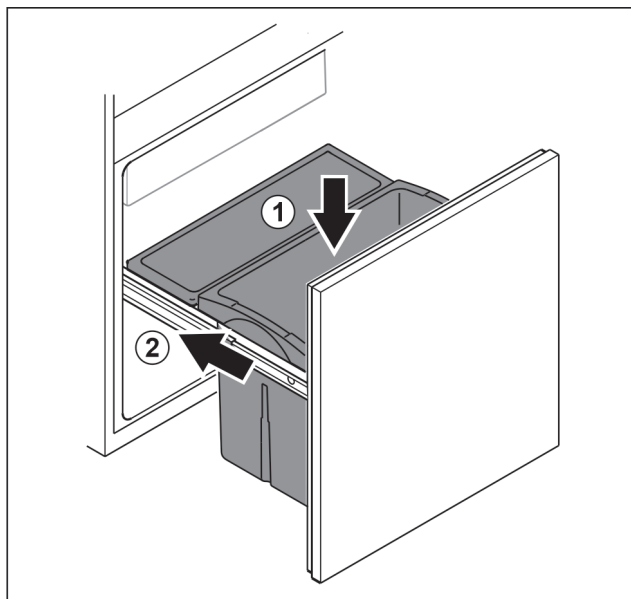

Fig. 106
- ▶ Introduceți sertarul de sus. Fig. 106 (1)
- ▶ Inserați căruciorul de extragere. Fig. 106 (2)